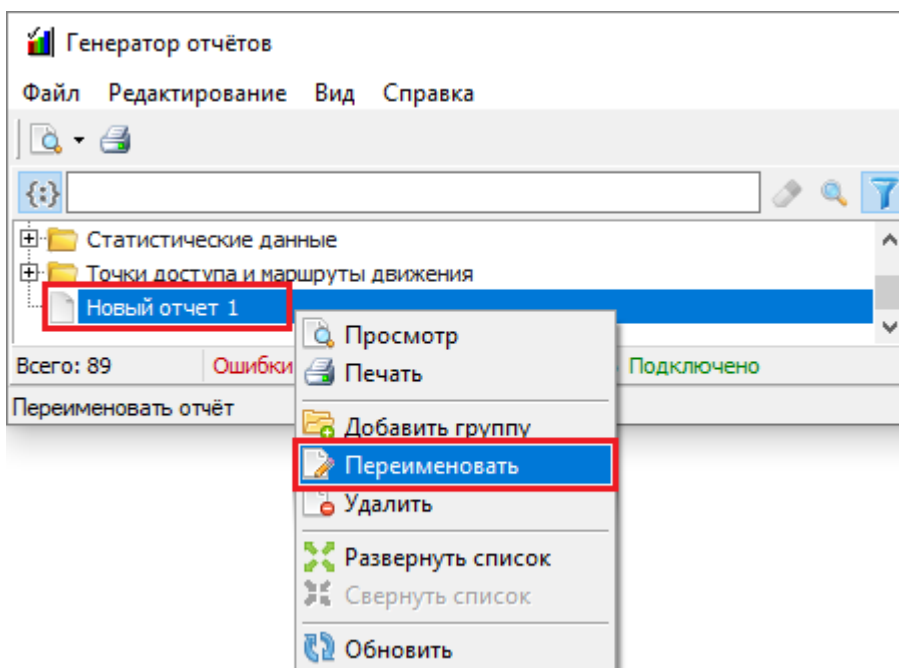

Рисунок 10-291 Переименование отчета или группы отчетов через контекстное меню списка отчетов
- выберите в контекстном меню списка отчетов (см. п. 10.5.3.2.2) пункт « Переименовать» (см. Рисунок 10-291),